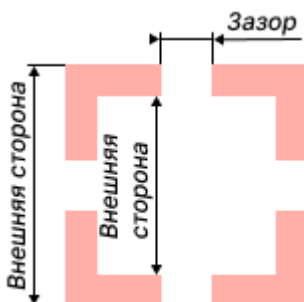

Рис. 202 Параметры апертуры
- Внешняя сторона – значение может быть задано в диапазоне 0,01 – 100 мм с шагом 0,1 мм, см. Рис. 202.